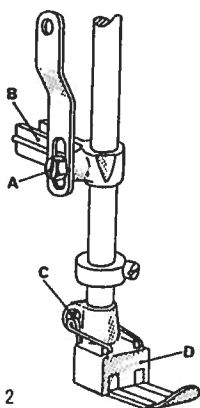

Fig. 12
7. Montaggio e regolazione del piedino (fig. 12)